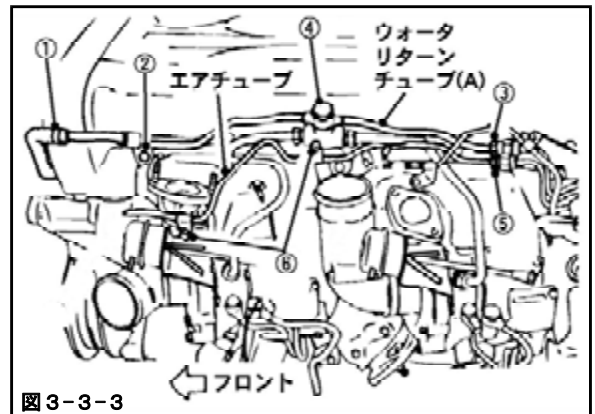

図3-3-3
(図3-3-3)
- (4) ④③②①の順番で、キット内の銅ワッシャウォータライン(大)を使用して、ウォータリターンチューブ(A)を取付けてください。(図3-3-3)(P10×2)